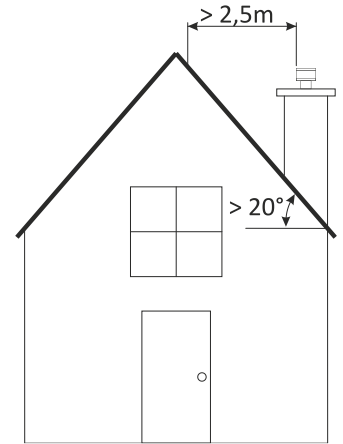

Figura 10
- La parte superior de la chimenea debe sobrepasar como mínimo un metro por encima de la parte más alta (cumbre) del tejado. Esta exigencia es eludible en el caso de tejado con pendiente superior a  $20^\circ$ , si la terminación de la chimenea se encuentra a una distancia horizontal al tejado superior a 2,5 metros, como en la *figura 10*.